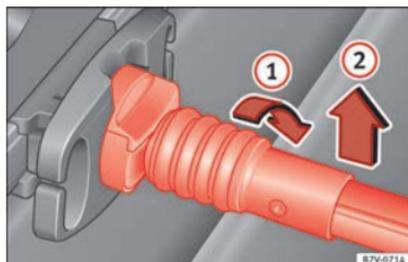

Fig. 171 Desenganche a rede para a bagagem.
- Rode a vareta de fixação 90° para a direita » **Fig. 171 1** até que se veja a marca vermelha na vareta. Extraia a vareta de fixação para cima **2**.